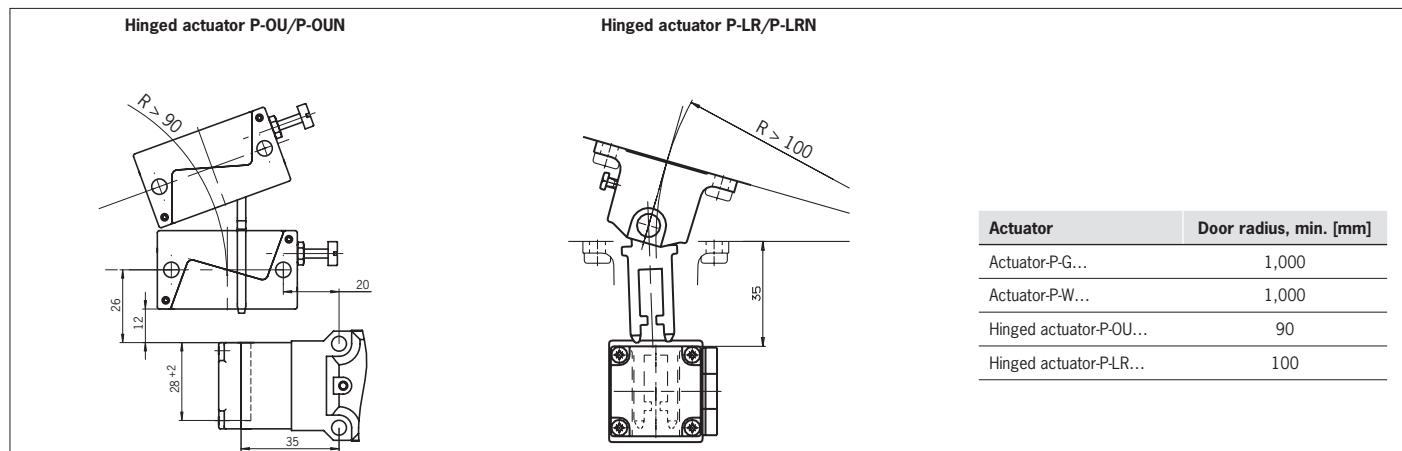

Fig. 4: Minimum door radii
- Tenez compte également du rayon de porte et des possibilités de fixation (voir Fig. 4).